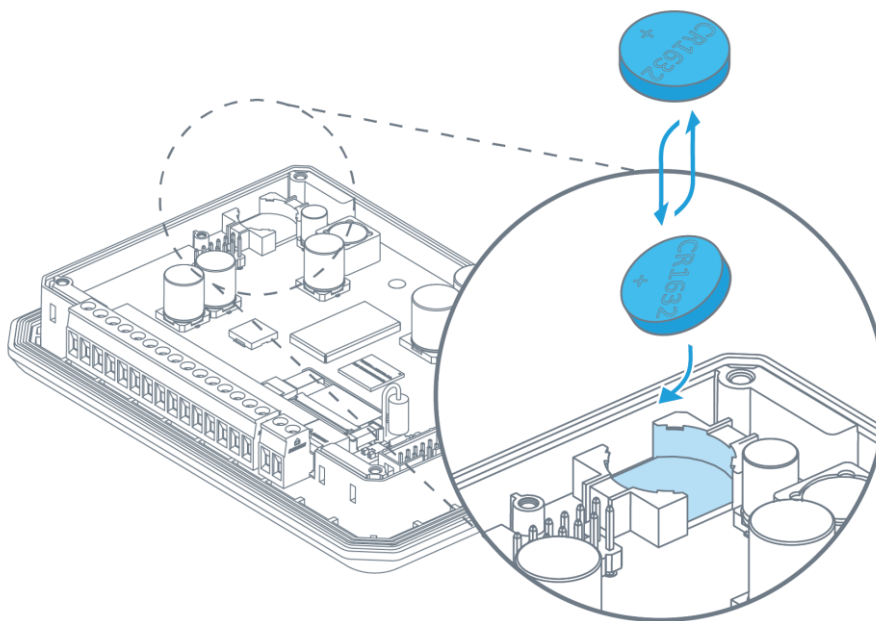

Рис. 73 – Замена батарейки.
- извлеките разряженную батарейку из держателя и установите новую как показано на Рис. 73;